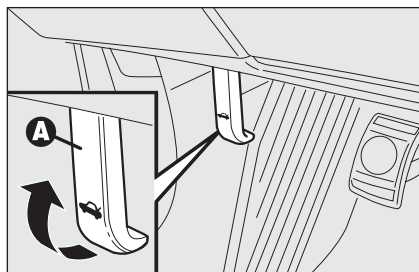

fig. 81
- ☐ tirer le levier **A-fig. 81** jusqu'à perception du déclic de décrochage;